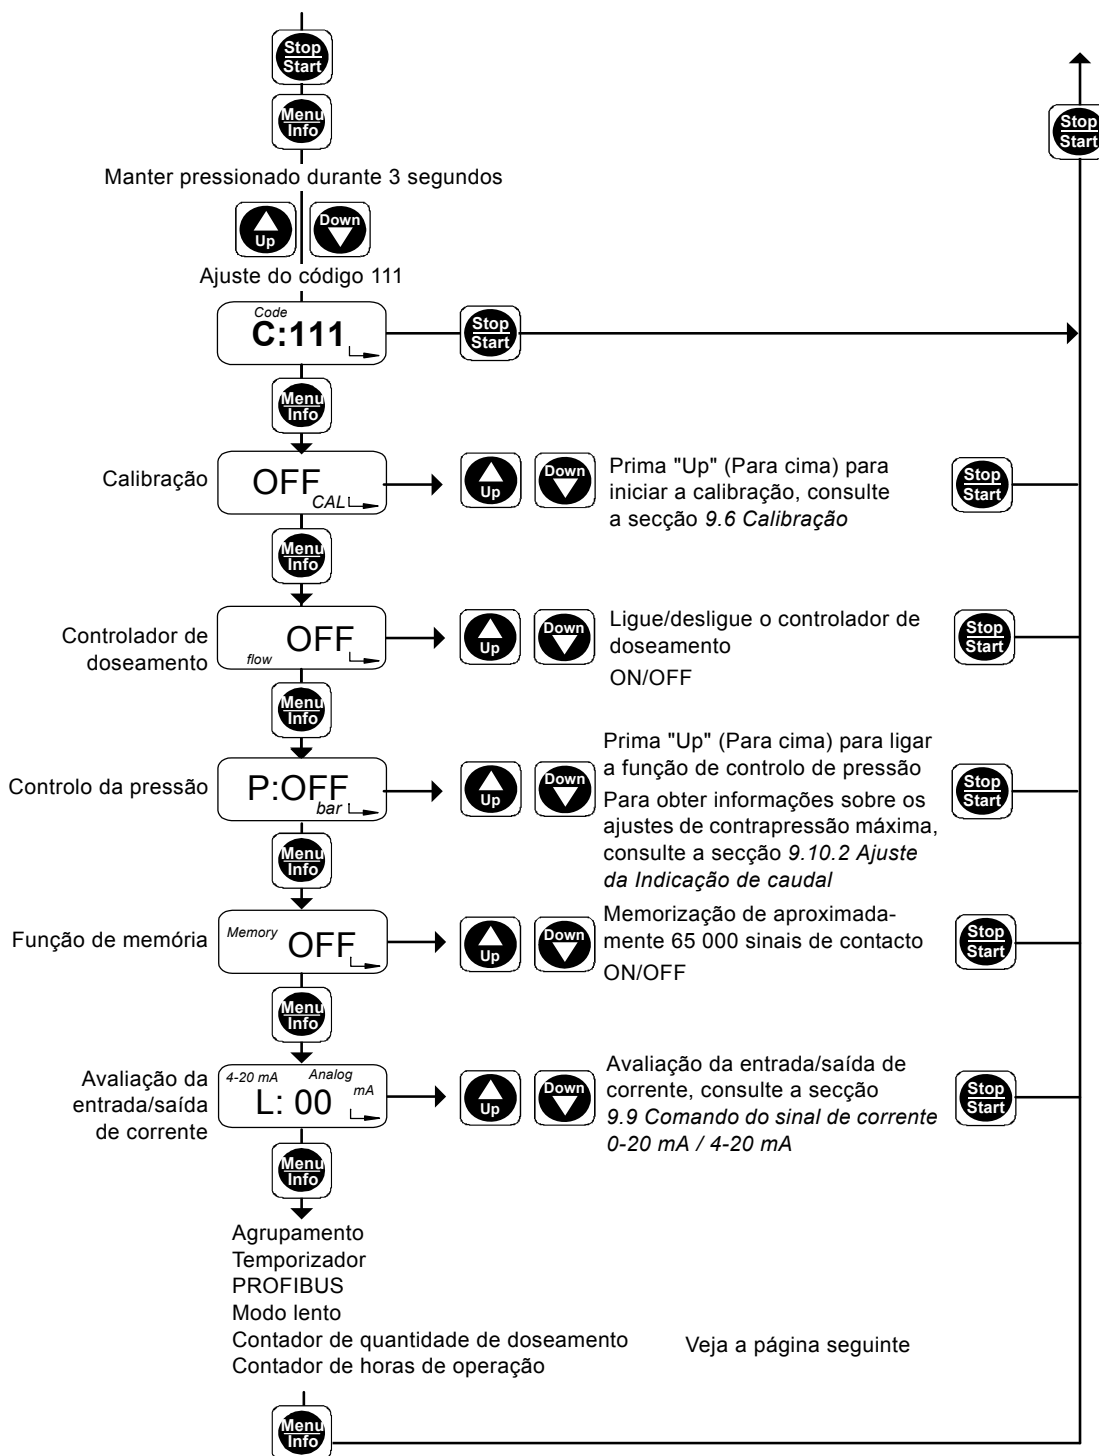

Fig. 28 Segundo nível de função, parte 1
2. Utilize os botões "Up" (Para cima) e "Down" (Para baixo) para alterar os ajustes no respectivo menu como demonstrado nas figs. 28 e 29.